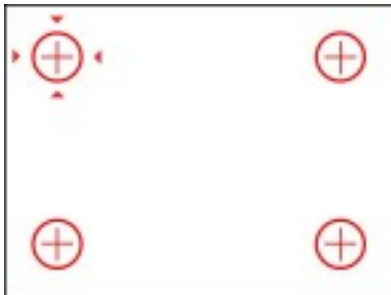

Figura 7-2
- Per l'interfaccia mostrata in Figura 7-2, se si preme un pulsante quando richiesto, l'icona rossa del pulsante corrispondente diventerà nera. Successivamente, il logo rosso si sposterà nella posizione del pulsante successivo; dopo aver premuto i quattro pulsanti corrispondenti in ordine, è possibile uscire dall'interfaccia di blocco anti-touch. Se l'icona del pulsante corrispondente alla posizione è ancora rossa dopo aver premuto il tasto, significa che è stato premuto il pulsante sbagliato.